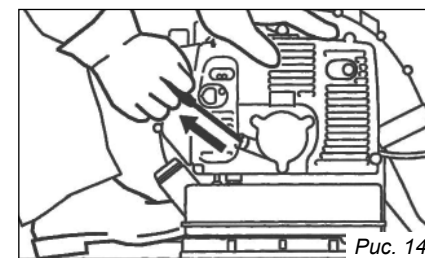

Рис. 14
2. Крепко держите воздуходавку левой рукой за рукоятку (1), чтобы не потерять контроль во время запуска (рис. 14).
4. Крепко держите воздуходувку левой рукой за рукоятку (1), чтобы не потерять контроль во время запуска (рис. 14).